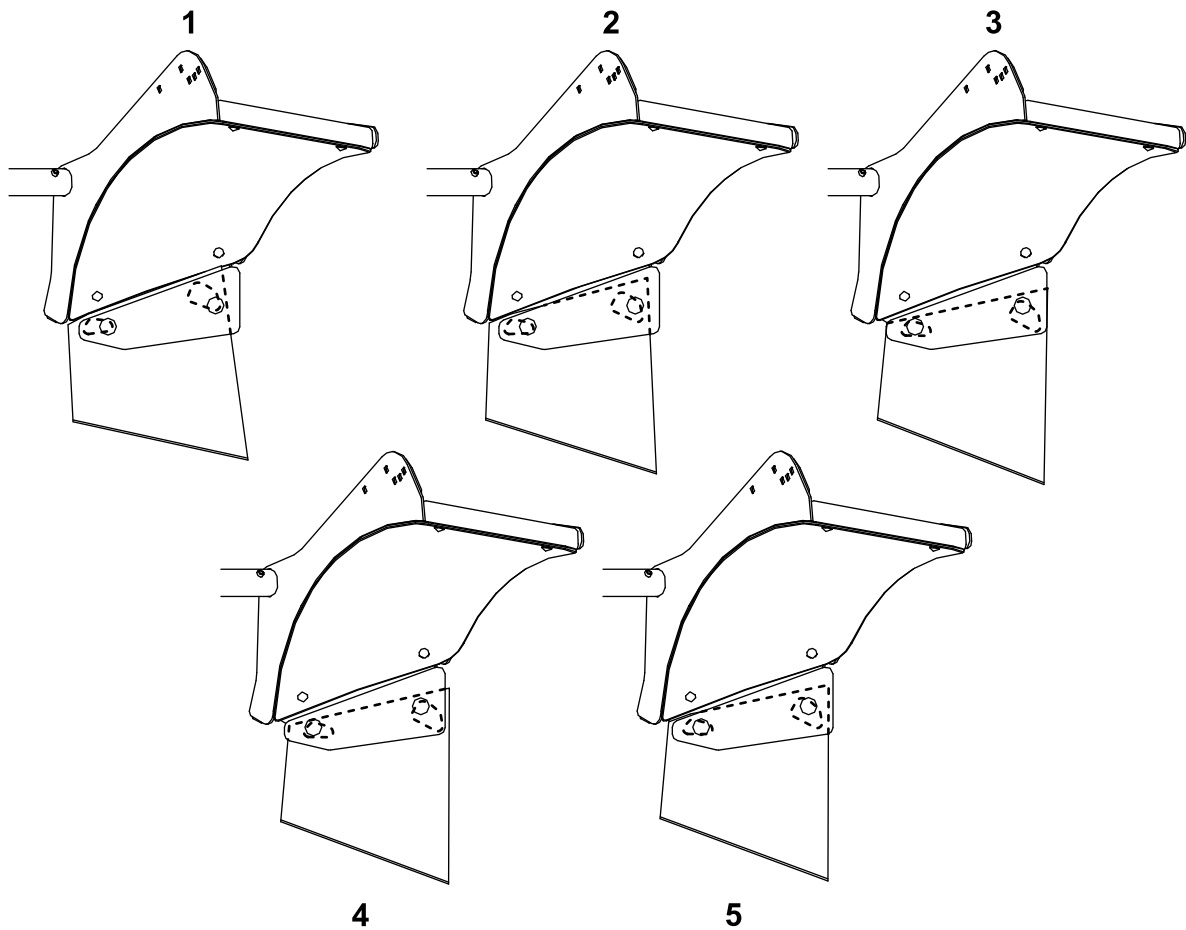

Figura 23
16. Usando la Figura 23 como guía, ajuste el filo de corte hasta que esté alineado con el filo de corte de la pala y enrasado con el suelo.